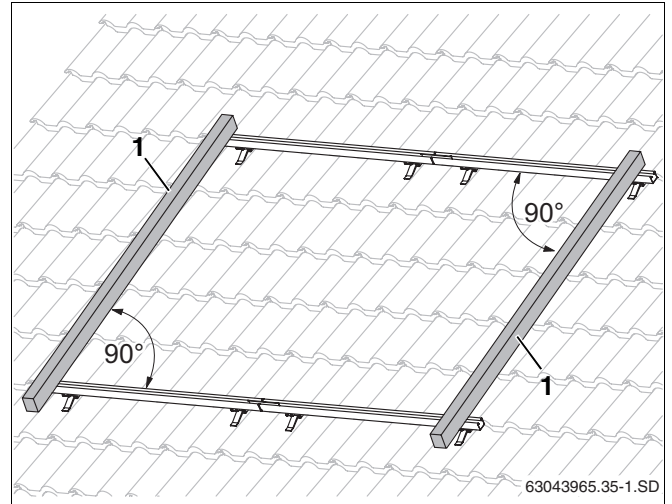

Fig. 33 Alinhar perfis
- ▶ Alinhar lateralmente e entre si os perfis superiores e inferiores e cada um na horizontal (fig. 33, utilizar um nível de bolha).
Meça as diagonais ou coloque, por ex., uma ripa (fig. 33, **item 1**) nas extremidades dos perfis. O ângulo entre a ripa e o perfil deve ser de 90°. Alinhe os perfis sobre os furos oblongos.